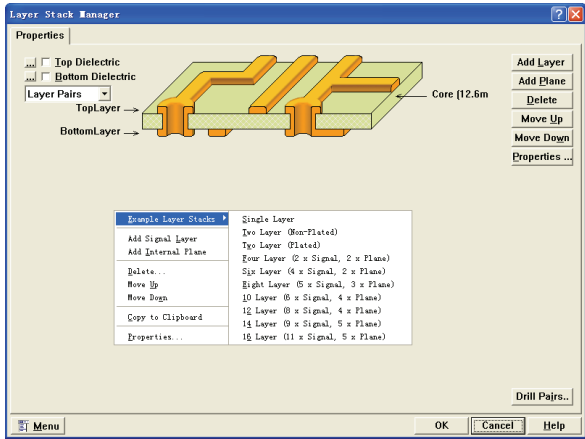

图 6-30 PCB 层管理器
执行该命令后，弹出如图 6-30 所示的对话框，在该对话框中可以增加层、删除层、移动层所处的位置以及对各层的属性进行编辑。
(1) 对话框的中心显示了当前 PCB 图的层结构。默认的设置为一双层板，即只包括“Top Layer”和“Bottom Layer”两层，用户可以单击上  按钮添加信号层或单击  按钮添加电源层和地层。选定一层为参考层进行添加时，添加的层将出现在参考层的下面，当选择“Bottom Layer”时，添加层则出现在底层的上面。
(2) 鼠标双击某一层名称或选中该层后单击  按钮都可以打开该层的属性编辑对话框，然后可对该层的名称及厚度进行设置。
(3) 添加层后，单击  按钮或  按钮可以改变该层在所有层中的位置。在设计过程的任何时刻都可进行添加层的操作。
(4) 选中某一层后单击  按钮即可删除该层。
(5) 单击  按钮或在该对话框的任意空白处单击鼠标右键即可弹出一个“Menu”菜单，如图 6-30 所示。